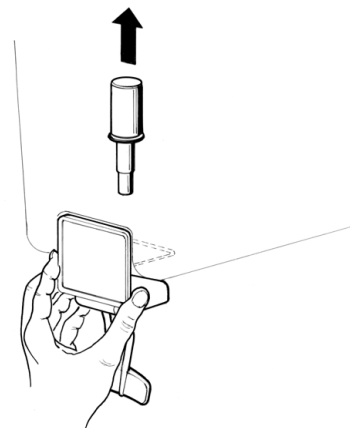

figura 4
- 6 Grifo en acero inox por gravedad:** Sacar el pisón y desmontar la palanca mando grifo (ver figura 4).